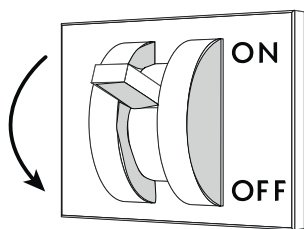

Fig. 31
- Retirar a tensão elétrica ao balcão através do interruptor seccionador geral colocado na parede ("Fig. 31").